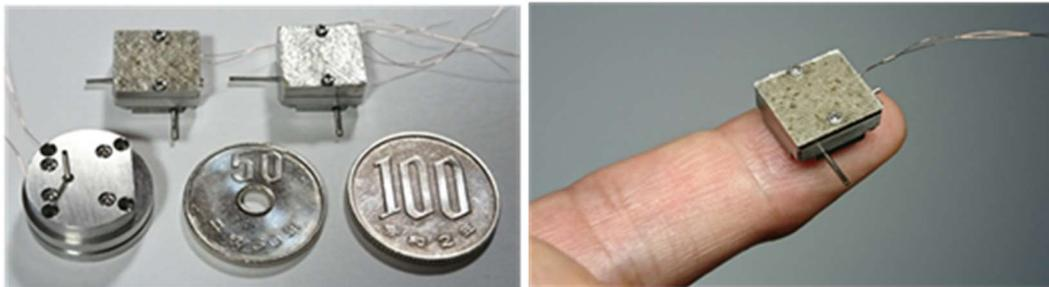

図 1 ナノポンプ®
- 1).産業用ポンプは一般的にリットル (L) やミリリットル (ml) 単位での吐出が主流です。さらに少量のポンプはマイクロリットル ( $\mu$ l) やピコリットル (pl) 単位のものがあり、特にインクジェットプリンターで使われていますが、ナノリットル (nl) 単位の吐出に対応するポンプはほとんど存在しませんでした。このギャップを埋めるため、私たちは**ナノポンプ®**を開発しました。
- 2).転がり軸受の潤滑油量を削減する際の判断基準は 2 つあります。①潤滑油を供給した際に回転の乱れや攪拌抵抗が発生しない最低限の油量を供給すること、②軸受内部の滑り摩擦部が破損しないような潤滑量を保つことです。ピコリットル単位ではこのバランスを保つことが難しく、ナノリットル単位が最適とされ、独自の**ナノポンプ®**がその課題を解決しました。
- 4).図 1 は、**ナノポンプ®**の外観を示しています。このポンプは非常に小型で、指先に乗るほどのサイズでありながら、数十ナノリットル単位の精密な液体供給が可能です。これにより、**ナノポンプ®**は必要な時に必要な量だけを供給する「ジャストインタイム」ポンプとして機能し、SDGs に貢献する小型ながらパワフルな技術です。